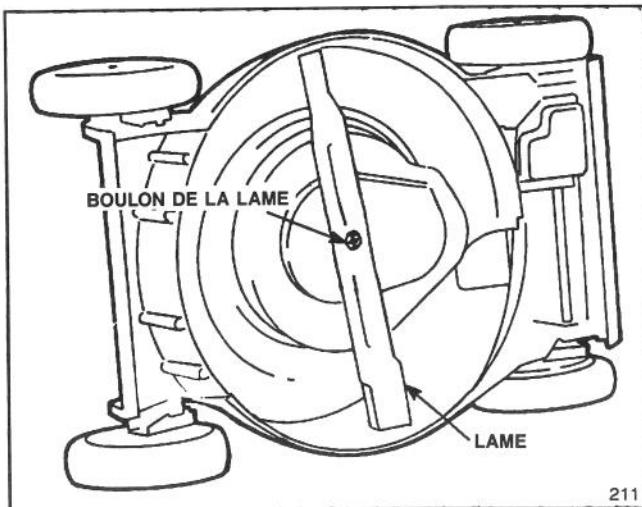

Figure 24
3. Faites basculer la tondeuse de manière à ce qu'elle repose sur son côté gauche (figure 24).
**5. RETRAIT DE LA LAME**—Saisissez le bout de la lame avec un chiffon ou un gant épais. Enlevez le boulon de la lame, la rondelle, la lame et la pièce de retenue de la lame (figures 24 et 26).